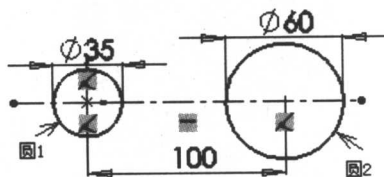

图 1-3 标注圆心距离
8. 标注尺寸。单击智能尺寸按钮, 将两个圆心间的距离标注为 100mm, 两个圆的直径分别标注为 35mm 和 60mm, 如图 1-3 所示。